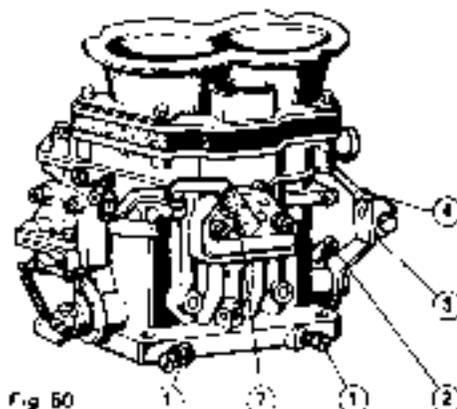

Fig. 50
- Con il motore in moto a temperatura e la temperatura normale di funzionamento e con la pressione ed elettricità, controllare il regolatore di velocità e la posizione della leva di regolazione e il sistema di controllo del carburatore. Calcolare il nuovo valore alla periferia del tamburo di 2 mm e 30 giri del tamburo della velocità (Fig. 50 n. 4).
- Avec moteur en fonction au ralenti et à la température normale de fonctionnement et avec les données mécaniques et électriques indiquées de l'essai, régler avec les joints de réglage du régime de vitesse et la position de la levée de réglage du carburateur. Calculer le nouveau valeur à la périphérie du tambour de 2 mm et 3000 r.p.m. du tambour de la vitesse (Fig. 50 n. 4).
- With the engine running at idling speed and at normal running temperature, and with the mechanical and electrical parts working efficiently, adjust the carburetor jet between the float assembly adjusted by the accelerator pedal and the control system connecting the various carburetors. This is done to remove the load of the springs added to the return of the accelerator (Fig. 50).